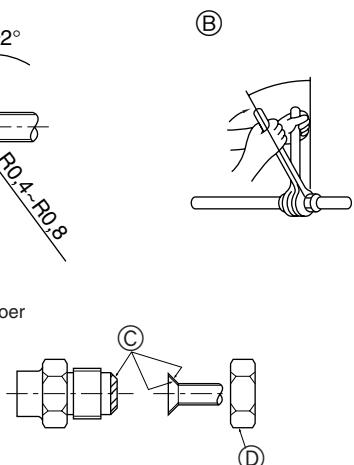

Fig. 5-1
5.2. Aansluiten van de pijpen (Fig. 5-1)
(A) (Fig. 5-1)
(B) (Fig. 5-1)